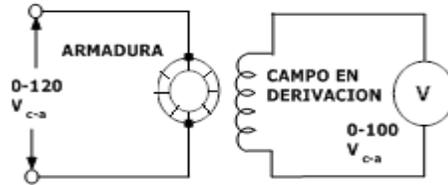

Figura 2-1.
1. Ahora se utilizará corriente alterna para determinar la posición neutra de las escobillas del motor de c-d. Con los **Módulos EMS de Fuente de Energía**, de medición de c-a y de motor/generador que aparece en la **Figura 2-1**. Las terminales 4 y N de la fuente de alimentación proporcionarán un voltaje variable de 0-120V c-a, conforme se hace girar la perilla de control de la salida de voltaje.